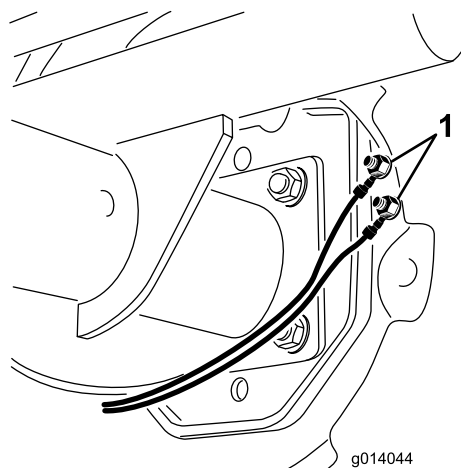

図 9
18. ナット 2 個を使って、ワイヤ・ハーネスのリング端子を、ブレーキ・シューのスタッドに接続する（図 9）。黒が上に、白が下にくる配線が正しい。ナットを締め付ける際には、レンチで回り止めしておくこと。